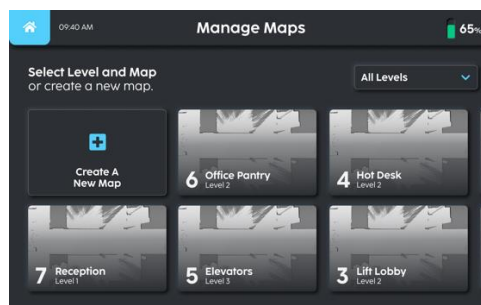

Fig. 2
2. Sélectionnez la zone d'opération cartographiée (Fig 2), attendez que la carte change.